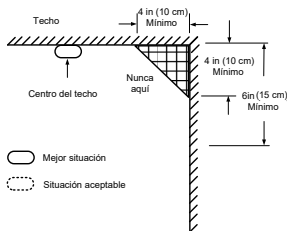

Figura 3: Recomendaciones sobre las mejores y más indicadas ubicaciones para instalar detectores de humo y calor.
- Instale los detectores de humo y calor lo más cerca posible del centro del techo. Si no es posible, instale el detector como mínimo a 10 cm de las paredes o esquinas, no más cerca (*ver la Figura 3*).
- Si no es posible instalar el dispositivo en el techo y las autoridades locales o nacionales le permiten instalar detectores en las paredes, móntelos en las paredes a una distancia de 10 cm–15 cm del techo (*ver la Figura 3*).
- En zonas con aire estancado, como debajo de tejados en punta o en rincones entre las paredes y el techo. El aire en calma puede impedir que el humo llegue al detector (*ver la Figura 3 y la Figura 4 para conocer las ubicaciones de instalación recomendadas*).